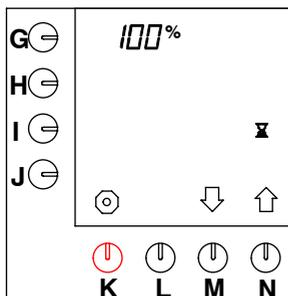

Fig. 47 Tempo di pausa al 100%
- Premere il tasto di selezione (N.) ↑ fino a che sullo schermo viene visualizzato quanto illustrato nella fig. 47 .